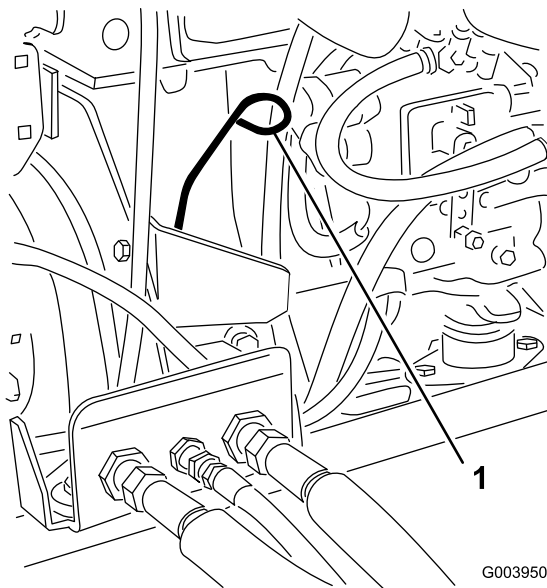

Figura 33
3. Togliete l'asta di livello, asciugatela e reinseritela (Figura 33).